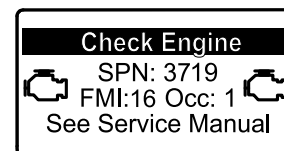

Figura 36
- Si se requiere una regeneración en estacionamiento, el InfoCenter muestra la advertencia del motor SPN 3719, FMI 16 (Figura 36), y la computadora del motor reduce la potencia del motor al 85 %.